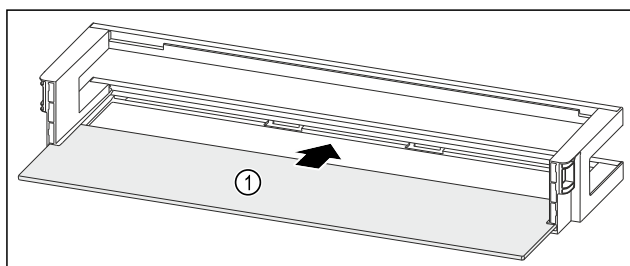

Fig. 87 Türabsteller mit Abstellfläche
- Abstellfläche Fig. 87 (1) in die seitlichen Einsparungen einschieben.